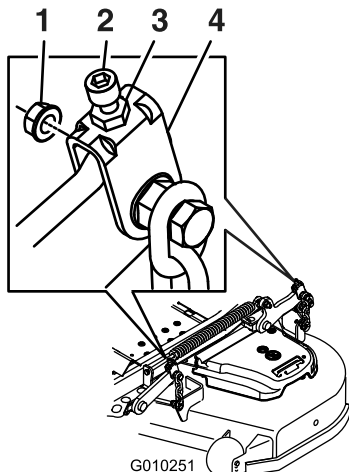

Figure 87
10. Le cas échéant, desserrez l'écrou Whizlock sur le côté de la chape et l'écrou de blocage sur le dessus. Ajustez précisément la vis de réglage en la tournant jusqu'à obtention de 7,6 mm (3") de hauteur (voir Figure 87).
16. Ajustez précisément la vis de réglage en la tournant jusqu'à obtention de 8,3 mm (3-1/4") de hauteur (Figure 87).